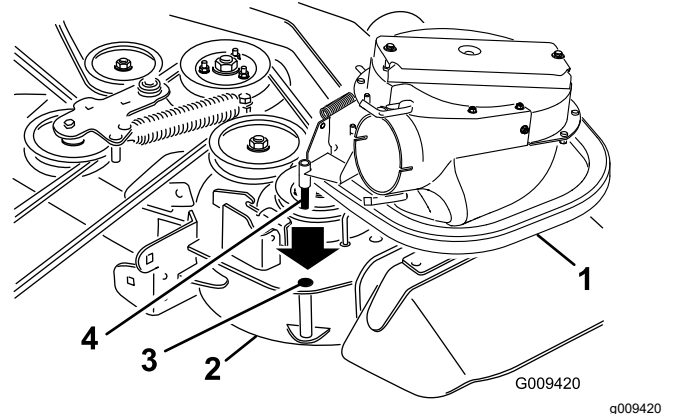
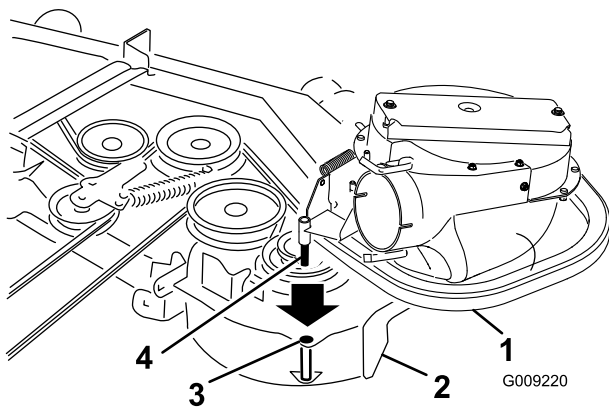

Figura 17
Figura 18
2. Introduzca la clavija del soplador en el taladro del pivote (Figura 17 o Figura 18).